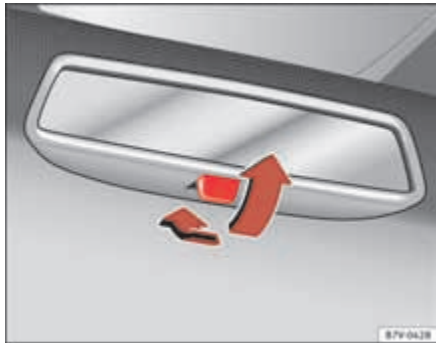

Abb. 72 Manuell abblendbarer Innen Spiegel.
- Zum Abblenden Hebel nach hinten ziehen ⇒ Abb. 72.